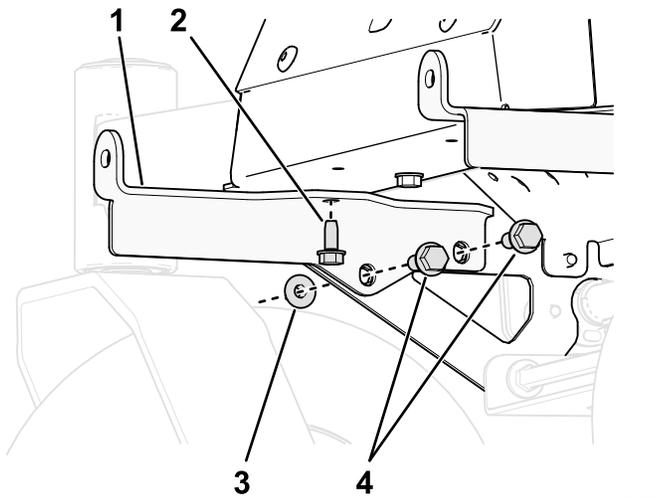

Figura 3
1. Instale los soportes de montaje de los pesos izquierdo y derecho en la parte inferior del bastidor con 3 pernos ($\frac{3}{8}$ " x 1") y 3 contratuercas ($\frac{3}{8}$ "), tal y como se muestra en la Figura 3.